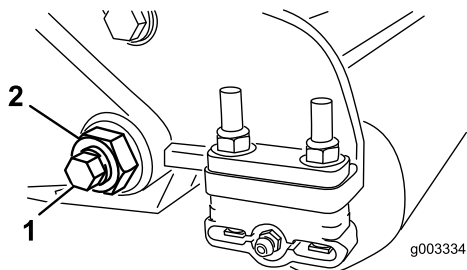
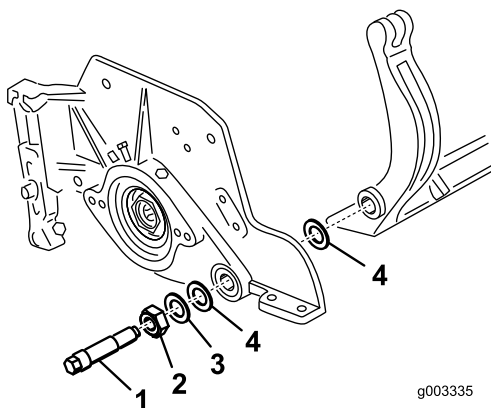

图31
图32
- 在机器的另一侧，松开固定底刀架螺栓（图31）的锁紧螺母。
- 拆下两个底刀架螺栓、向下拉动底刀架并从机器螺栓（图31）上拆下来。取下底刀架（图32）各端的2个尼龙和1个印花钢垫圈。
- 在两个尼龙垫圈的外侧各放一个钢垫圈（图32）。